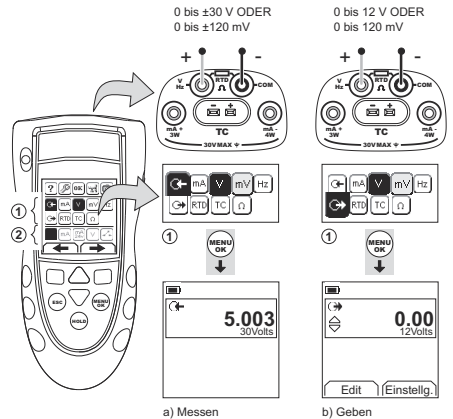
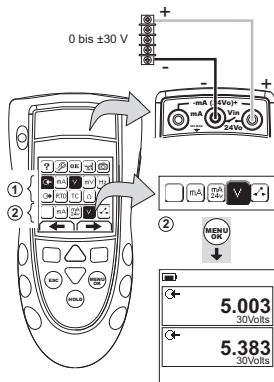

Abbildung 4: Beispielkonfiguration: Messen/Geben von Volt oder mV (Bereich ①)
Abbildung 5: Beispielkonfiguration: Volt messen (Dualfunktion, Bereich 2)
- Schließen Sie das Gerät an (Abbildung 4 & Abbildung 5) und ändern Sie ggf. die Option Konfig. (Tabelle 1).